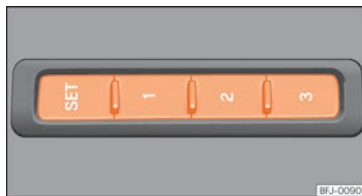

Abb. 111 Außen am Fahrersitz: Speichertasten.
- Taste **SET** länger als 1 Sekunde drücken »» Abb. 111.